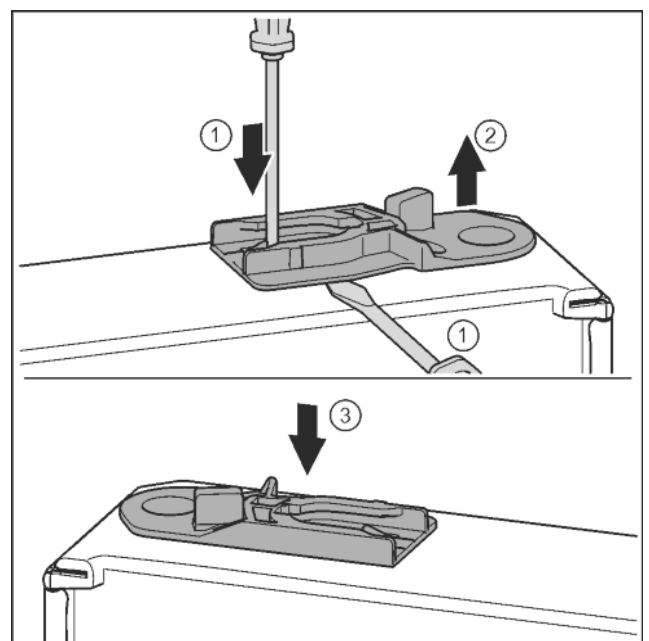

Fig. 37
- ▶ Führungsbuchse herausziehen: Lasche mit Schlitzschraubendreher drücken und gleichzeitig mit Schlitzschraubendreher unter Führungsbuchse fahren. *Fig. 37 (1, 2)*
- ▶ Im Lieferumfang beiliegende Führungsbuchse auf anderer Gehäusesseite einschieben. *Fig. 37 (3)*